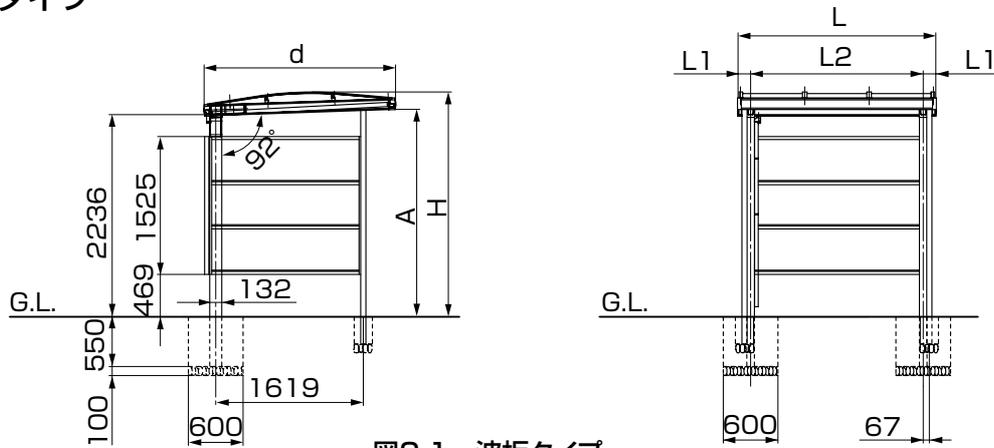

図2-1 波板タイプ
- ① 柱にアンカー棒を差込んでください。
- ② 柱にブラケットを【10-2】で取付けてください。
- ③ 梁をブラケットに【10-2】で取付けてください。
- ④ ブラケットカバー-R、ブラケットカバー-Lを【10-1】で取付けてください。
- ⑤ 梁キャップにシーリング材を充てんして、梁に取付けてください。(図2-1参照)
- ⑥ プッシュボタンを梁に取付けてください。
- 指定の箇所シーリングしてください。(図2-1参照)